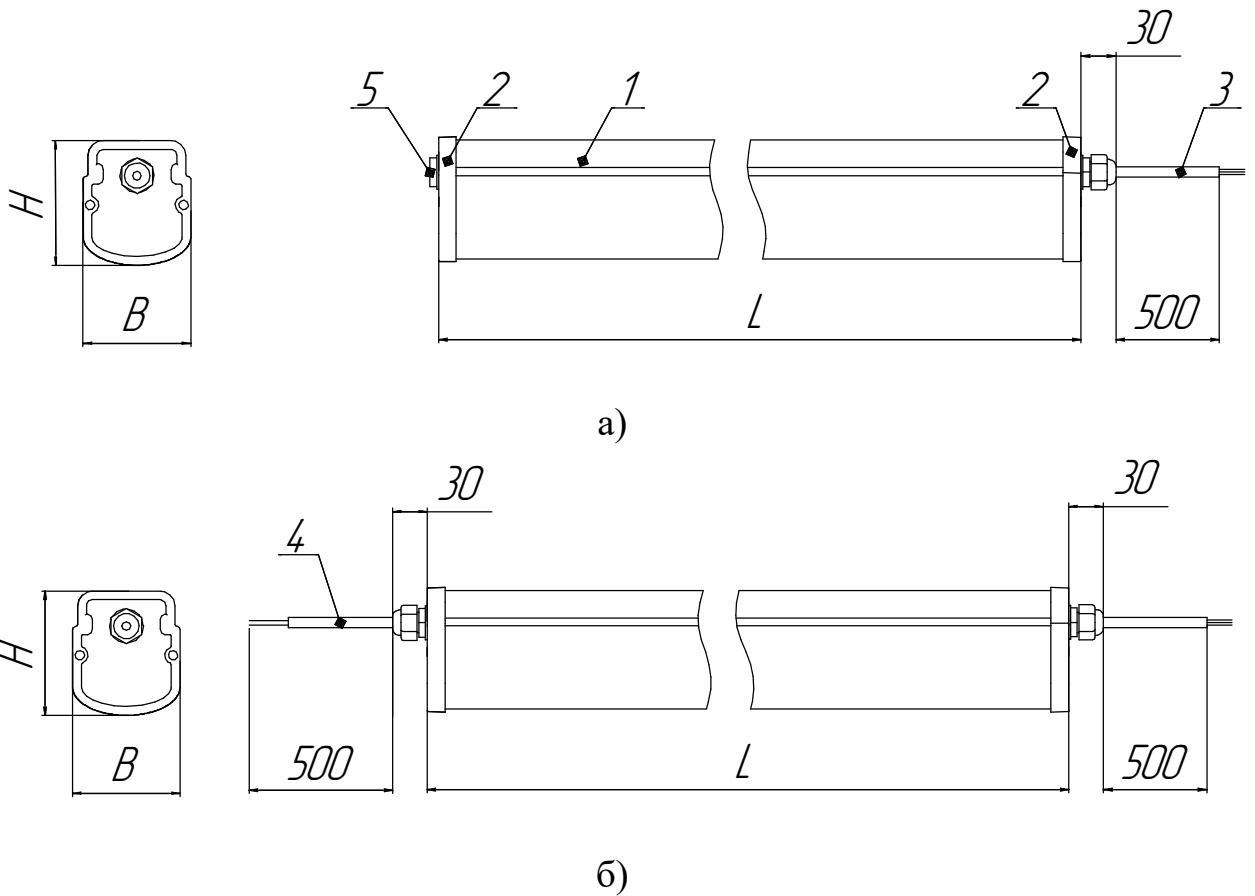

Рисунок 1 - Общий вид светильников серии ДСП52 Optima EM
5.7 В светильниках присутствует ручное тестирование аварийного режима. Выключите светильник. Зажмите кнопку на торце светового прибора (см. рисунок 1а, поз. 5). Источник питания светильника переключится в аварийный режим, напряжение на светодиодные модули будет подаваться от аккумулятора. Для возврата в рабочий режим, отпустите кнопку ручного тестирования.